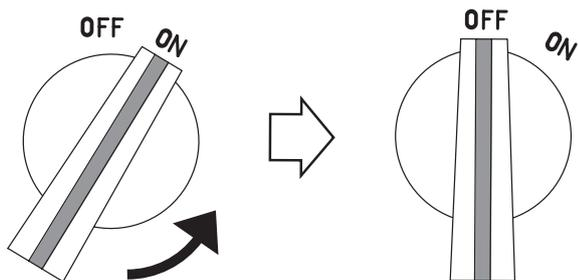

Рис. 29
2. Поверните выключатель в положение «OFF» (см. рис. 29).